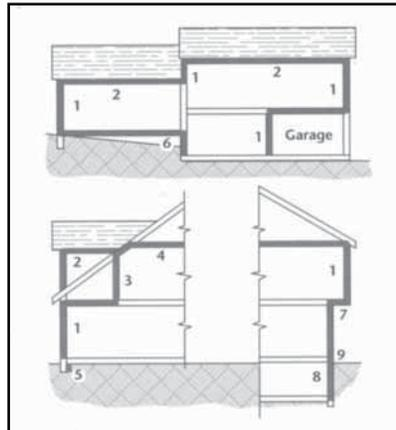

Figura 1
10. Paredes interiores, cielorrasos y pisos donde se desea control del sonido. (No se muestran en la Figura 1).